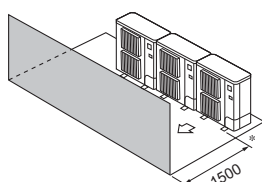

Fig. 3-13
- ③ Obstáculos apenas na parte da frente (Fig. 3-13)